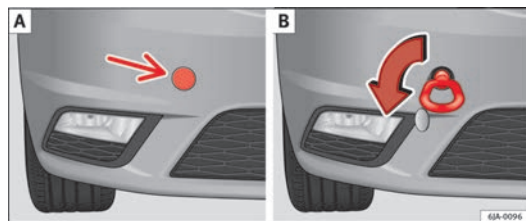

Fig. 138 Paragolpes delantero: tapa / montaje de la argolla de remolque
- Haga presión en la zona izquierda de la tapa en el lugar de la flecha ⇒ fig. 138 - [A].
- Enroscar la argolla de remolque a mano girándola hacia la izquierda hasta el tope ⇒ fig. 138 - [B].